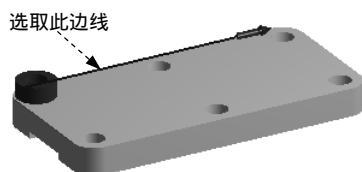

图 3.4.36 定义第一方向
(1) 定义第一方向参考元素。单击以激活 **Direction** 后的文本框, 选取图 3.4.36 所示的实体边线为参照方向, 调整箭头方向如图 3.4.36 所示, 并单击 **Apply** 按钮确认。
(2) 定义第一方向参数。在 **FD1, Offset** 文本框中输入阵列间距数值 60 ; 在 **FD3, Copies (>0)** 文本框中输入阵列副本数 2。